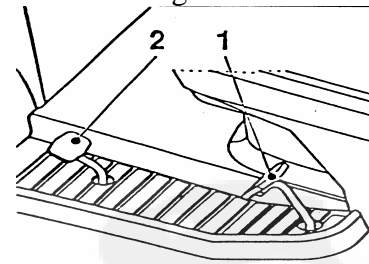

Fig. 16b
- 2b. **Hydro:** Duw het rempedaal volledig in en houdt hem zo. Duw daarna op pedaal 1 om vooruit te rijden of pedaal 2 om achteruit te rijden en los zachtjes het rempedaal. Fig 16b.